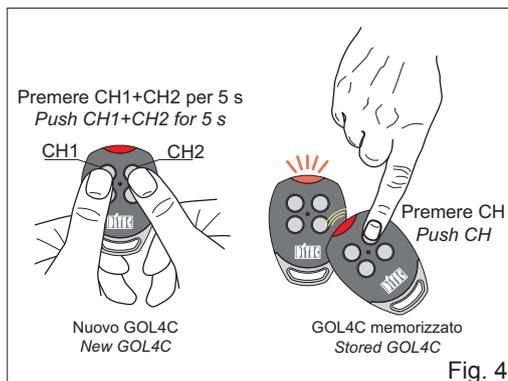

Fig. 4
6. CLONAGE GOL4C (fig. 4)
- Approcher le transmetteur GOL4C déjà mémorisé (comme indiqué en fig.4) et effectuer une transmission en appuyant sur n'importe lequel des boutons CH.
6. KLONIERUNG GOL4C (Abb. 4)
- Den bereits gespeicherten Sender GOL4C (wie geeignet in Abb. 4) nähern und durch Drücken irgendeiner der Tasten CH eine Übertragung vornehmen.